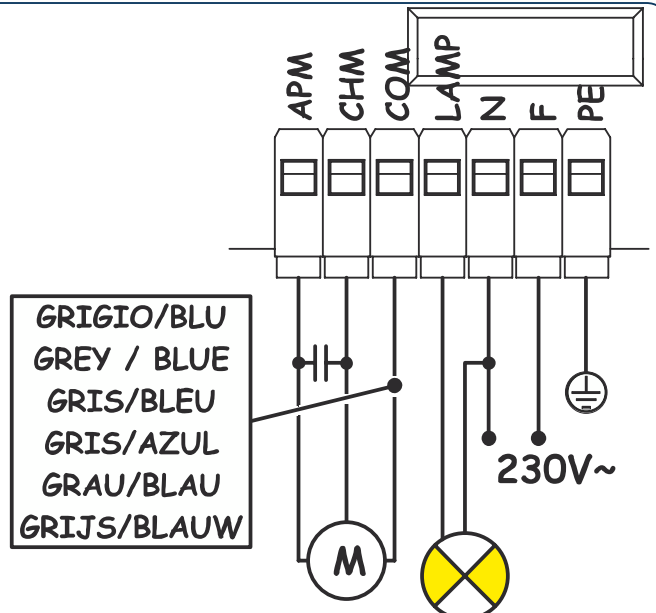

Fig. 3
5.3. MORSETTIERA CN3 (Fig.3)	pag.3